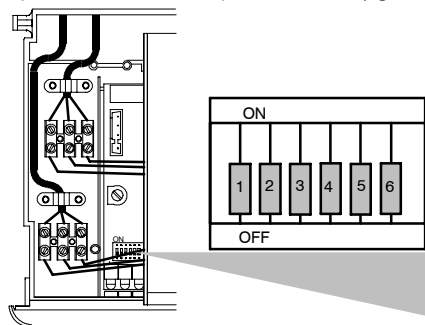

fig. 9.20
- 4 Una volta completata la memorizzazione togliere alimentazione elettrica alla caldaia e riportare i DIP switch in posizione OFF (fig. 9.20)